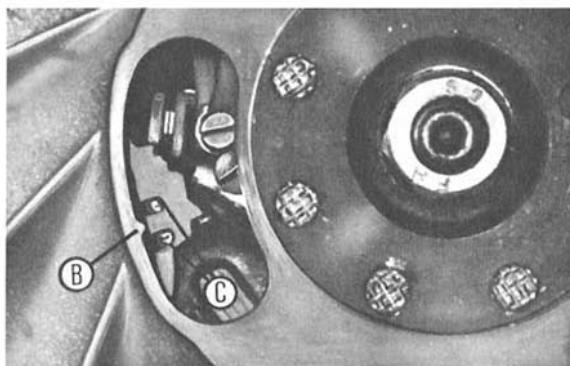
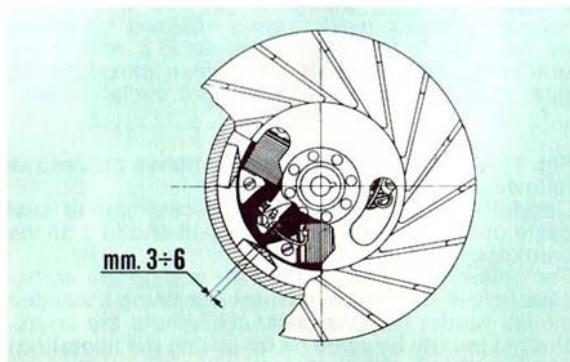

Fig. 73
Fig. 74
- Rotate the coil backplate so that the trace on the stator is aligned with the pointer "B" on the inner edge of the flywheel (Fig. 73).
For vehicles 125 Primavera with "Traditional" flywheel the same instruction as for vehicles with "Plastiform" flywheel are valid except the operations carried out at points b) and d), that should be carried out as follows: b) Rotate the coil backplate so that the feeding coil of the H. T. coil assumes the position indicated in Fig. 74.
- Girar el soporte bobinas de manera que la traza "C," sobre el mismo esté alineada con el índice "B," sobre el borde interior del volante (fig. 73).
En los vehículos 125 Primavera, volante de tipo "Tradicional" valen las mismas normas indicadas para los vehículos con volante en "Plastiform", excepto las operaciones del punto b) y d) que deben efectuarse como se indica a continuación: b) - Girar el soporte bobinas de manera que la bobina de alimentación **bobina A. T.** se halle en la posición indicada en la fig. 74.
5) - Now operating through the hole on the rotor, shift the coil backplate so that the conditions described at paragraph "b", for the two types of magneto flywheel are, obtained (see fig. 73 "Plastiform" type, Fig. 74 "Traditional" type).
5) - Actuar a través de la abertura del rotor y desplazar el soporte bobinas de manera que se realicen las condiciones indicadas en el párr. "b.,, correspondientes a los 2 tipos de volantes (fig. 73 volante en "Plastiform" fig. 74 volante "tradicional").